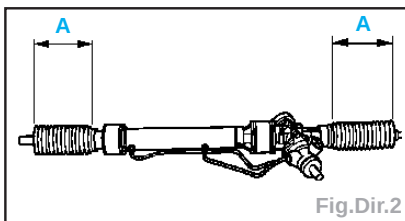

Fig.Dir.2
- Effectuer un essai de position ligne droite de la direction (Fig.Dir.2) :